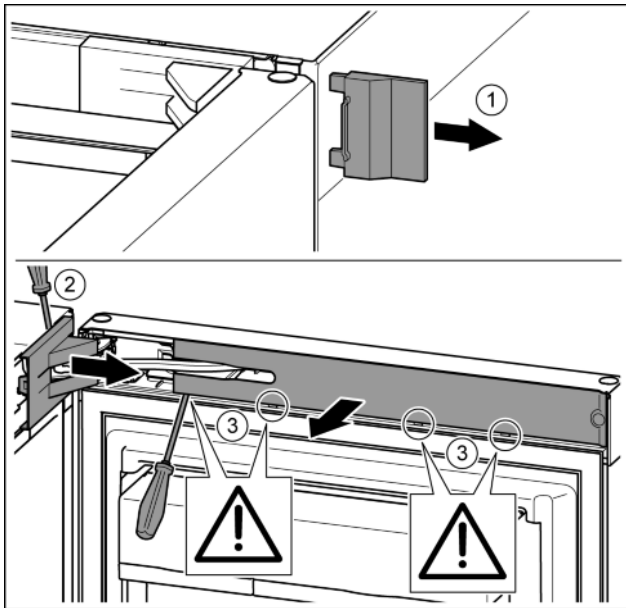

Fig. 8
- ▶ Buitenste afdekking verwijderen. Fig. 8 (1)
- ▶ Afdekking van de lagerbus met behulp van een schroevendraaier losmaken. Afdekking van de lagerbus verwijderen. Fig. 8 (2)
- ▶ Paneel met de sleufschroevendraaier losmaken en naar de zijkant draaien. Fig. 8 (3)